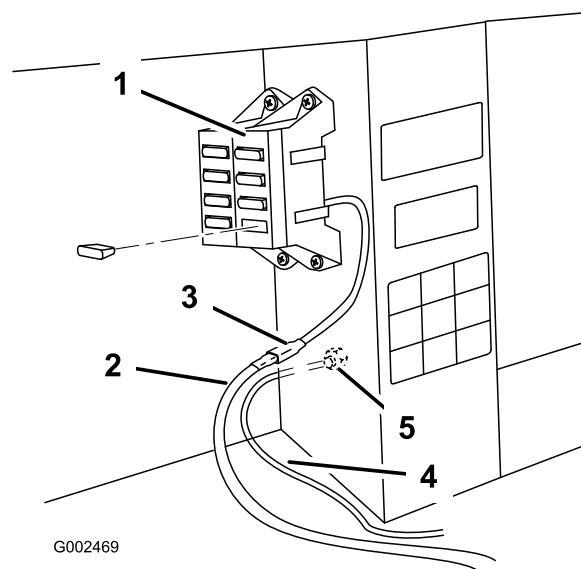

Figura 23
2. Conecte el anillo del cable negro al perno de tierra (Figura 23).